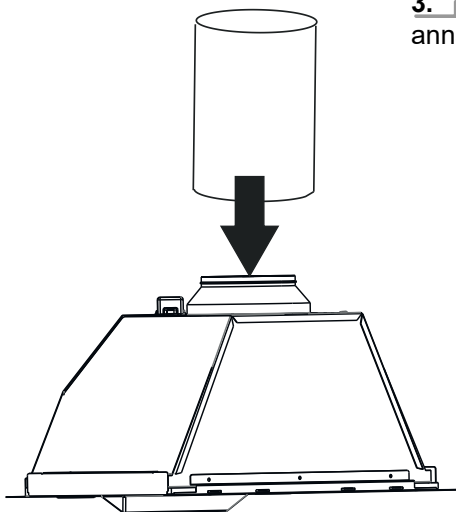

Fig. 9
3. ➔ Trä nu utsugskanalen över stosen och spänn fast denna då den annars kan hoppa då fläkten går på max hastighet (Fig. 9).